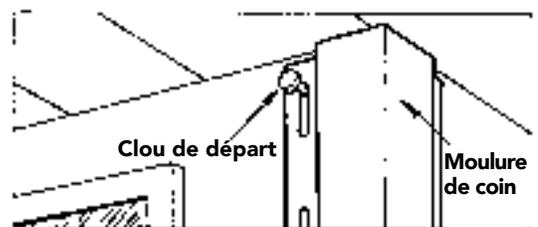

Figure 17
- Entre chaque attache, ménager un espace de 406 mm maximum (panneaux horizontaux), de 305 mm (panneaux verticaux) et de 203 mm à 305 mm (accessoires). L'espacement pourra être augmenté si Abtco l'autorise d'après les tests de résistance au vent. Fixer le parement vertical et les moulures de coins d'abord dans la dernière fente, tout en haut, pour les maintenir (Figure 17). Enfoncer ensuite toutes les autres attaches au centre des fentes de clouage.